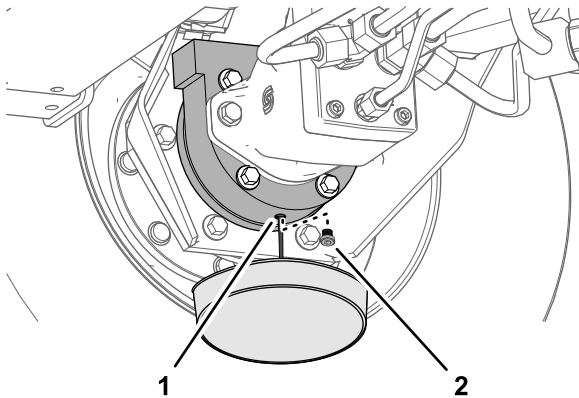

Figura 107
6. Coloque un recipiente debajo del alojamiento del freno, retire el tapón de vaciado y deje que se drene el aceite totalmente (Figura 107).